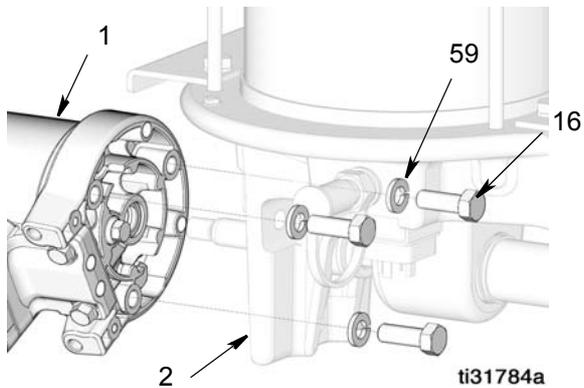

FIG. 32
1. Alinee el motor neumático (1) en la base de la bomba (2). Alinee el orificio para el pasador del motor neumático con el orificio para el pasador de la varilla de pala (12).
2. Coloque tres arandelas (59) y dos tornillos (16). Apriete a un par de 6,77-13,56 N•m (5-10 lb-pie) (FIG. 32).